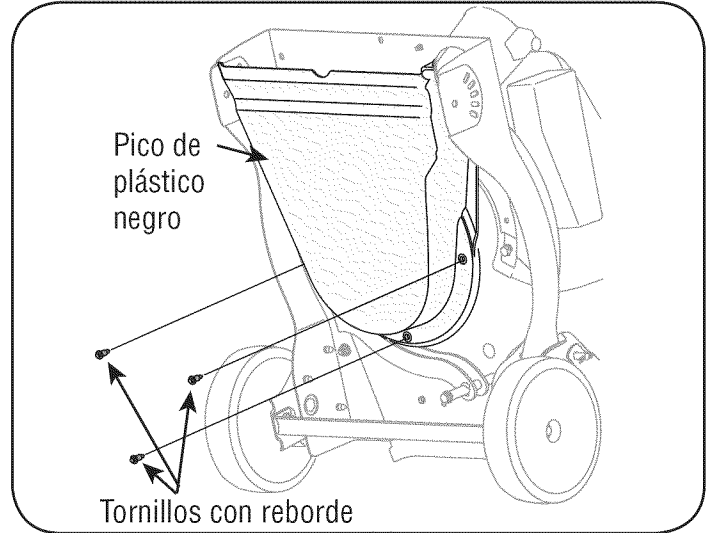

Figura 25
- Incline la unidad con cuidado y apóyela hacia arriba para obtener acceso por la parte inferior al material de montaje del pico y al motor. Retire los tres tornillos con reborde que aseguran el pico de plástico negro a la caja inferior. Consulte la figura 25.